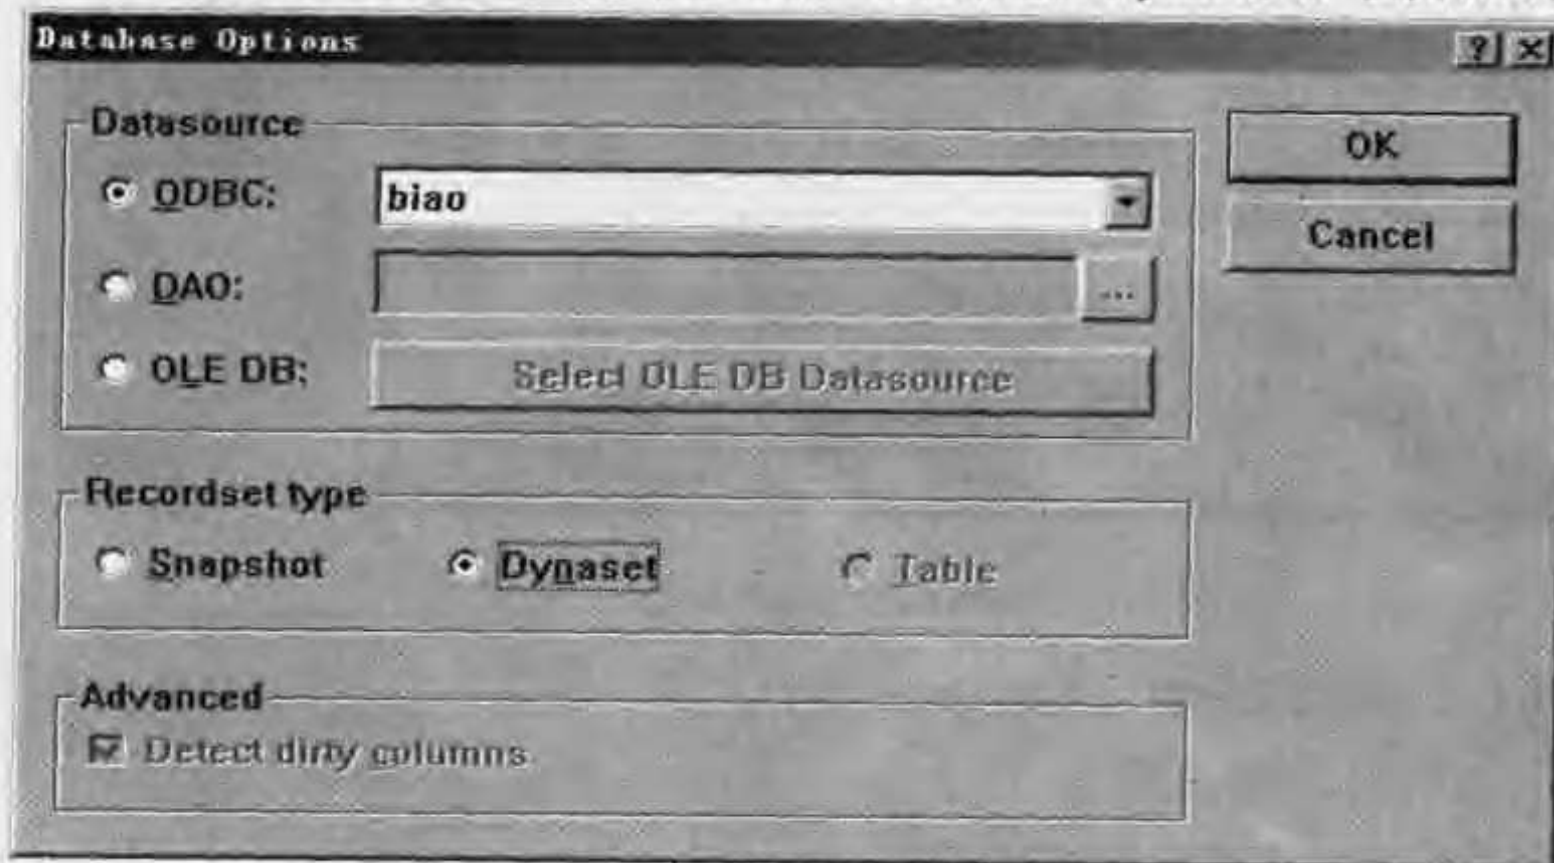

图 9.3.9 Data Source 对话框
(7) 单击 OK, 进入 Data Source, 选择 biao 数据源, 并选择 Dynaset 选项, 如图 9.3.9 所示。